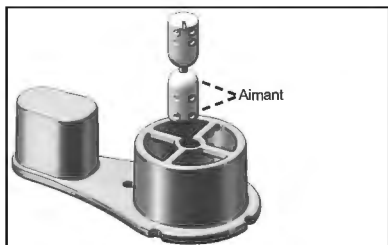

Figure 2
2. Assurez-vous que le sablier magnétique de l'ELD peut pivoter librement sur les croisillons de l'ELD. Si le sablier se détache du support, il peut être remis en place en cliquant le col du sablier dans l'ouverture du support, comme indiqué à la figure 2. Veuillez respecter la configuration de l'orientation du sablier. L'aimant doit être orienté vers le bas comme indiqué.